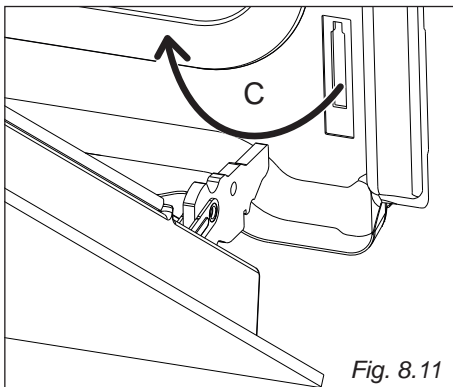

Fig. 8.11
- Estrarre i ganci delle cerniere (destra e sinistra) dal loro alloggiamento (freccia "C" - fig. 8.11).